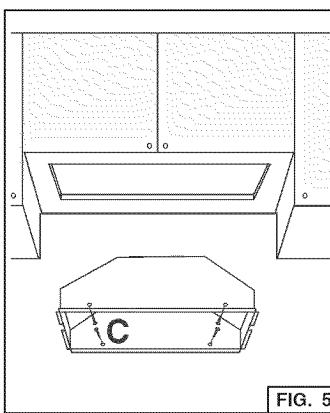
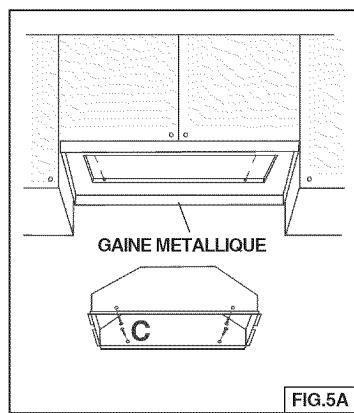

FIG. 5
FIG. 5A
- REMARQUE :** Pour les installations où le module de puissance se trouve à moins de 30" au-dessus du plan de cuisson, il est recommandé de glisser ce dernier dans une enveloppe métallique ou dans un corps incombustible. Cette précaution facilitera le nettoyage et fournira une protection au meuble (Fig.5A).
- Placer la hotte dans le meuble (Fig. 5) ou dans la gaine en métal (Fig. 5A) et la fixer à l'aide (4) des vis "C" de montage pour tôle.